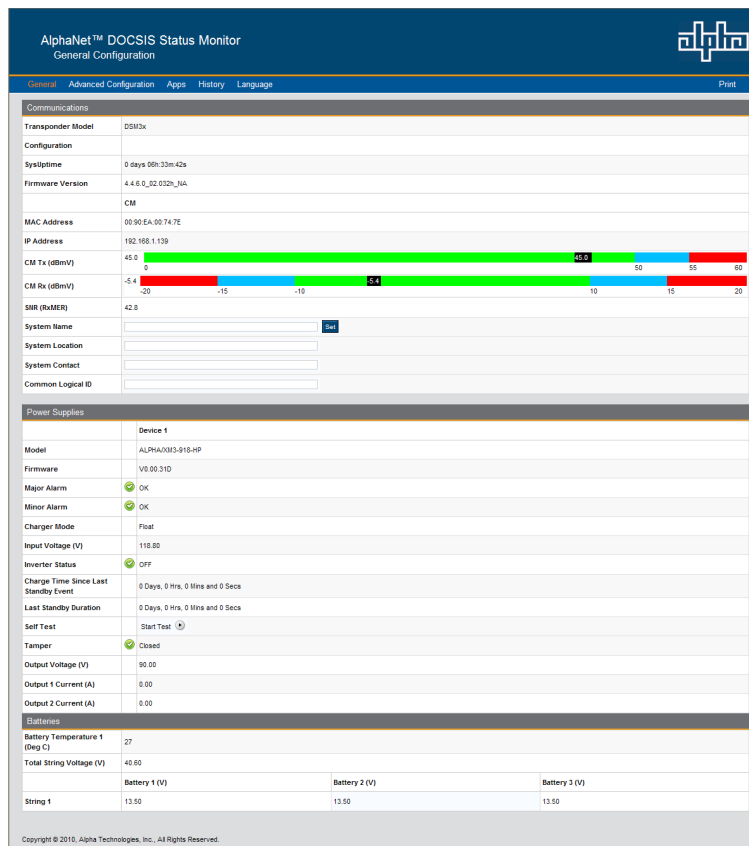

Fig. 2-30, Página de inicio del servidor Web
4. Aparecerá la página de inicio del servidor Web del transpondedor serie DSM3 (Fig. 2-30).